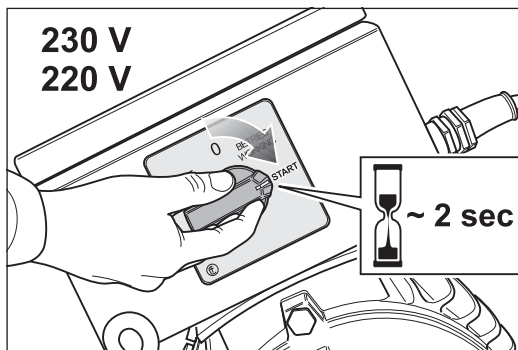

Abb. 19 Zum Einschalten den Schalterknopf am Motor auf die Position -START- drehen und für ca. 2 Sekunden auf dieser Position festhalten. **Abbildung ähnlich.**
- 2 Drehen Sie zum Einschalten der Maschine den Schalterknopf am Motor auf die Position -START- und halten Sie ihn für ca. 2 Sekunden auf dieser Position fest (Abb. 19).